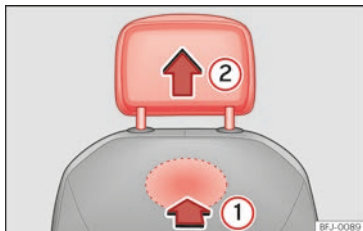

Abb. 99 Kopfstütze vorne ausbauen.
- Lokalisieren Sie zum Entriegeln der Kopfstütze die Aussparung im markierten Bereich auf der Rückseite der Sitzlehne und drücken Sie in Pfeilrichtung » (Abb. 99) ①.
- Ziehen Sie die Kopfstütze in Pfeilrichtung ② heraus.